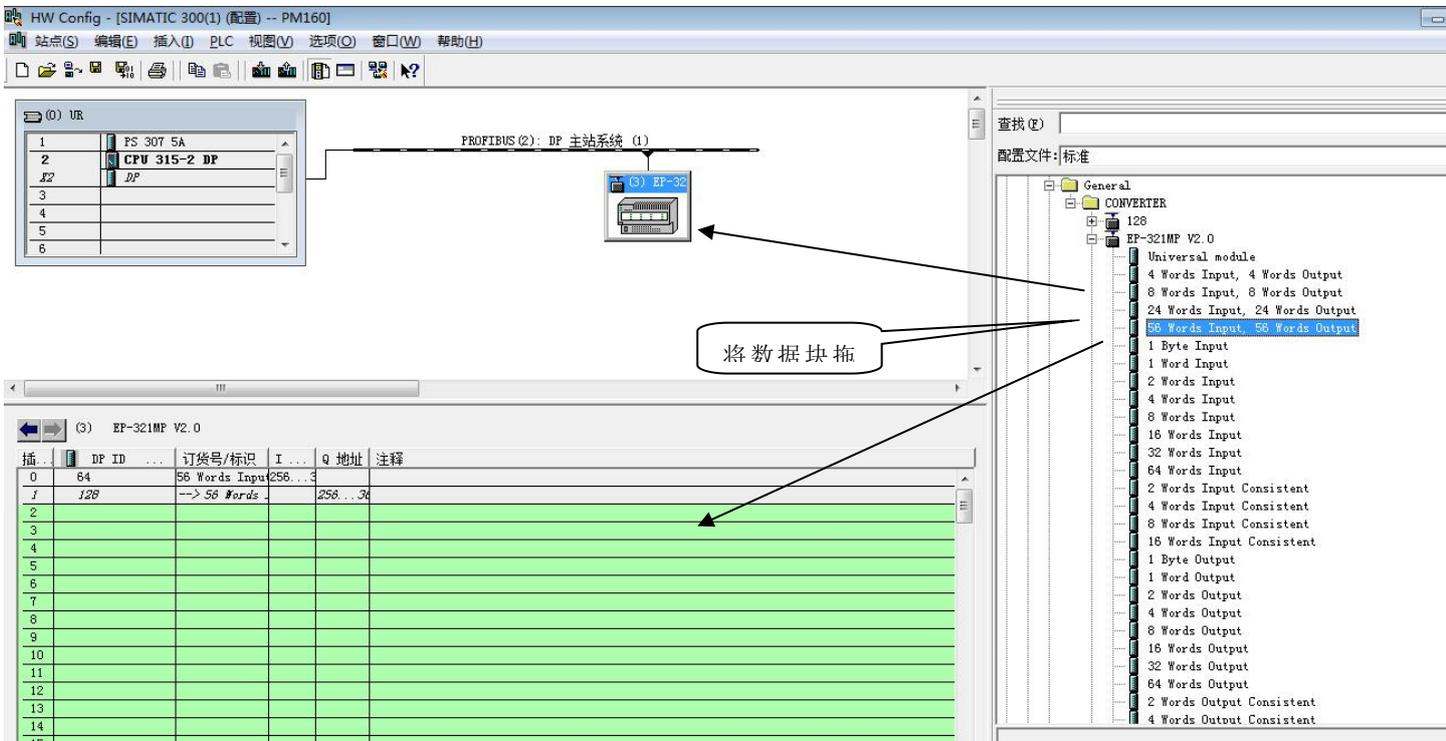

图 13
11. 将从站 EP-321MP 配入到 PROFIBUS DP 网络配置当中，并将输入输出数据块，映射到 S7-300 或者其它控制器的内存当中。如图 13: